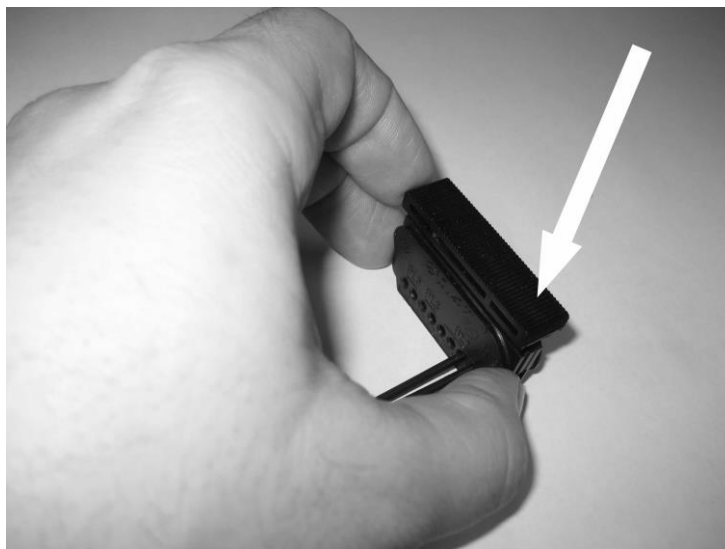

Рисунок 4.2 – Обрезка ПОВ
- установить гильотину на ровную твердую поверхность и резким ударом рукой сверху произвести обрезку (рисунок 4.2);